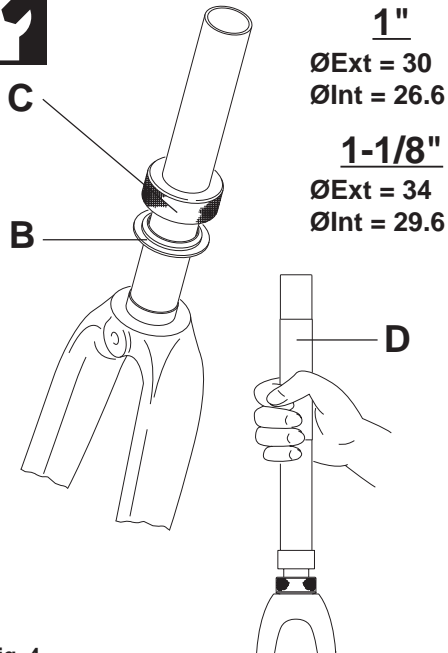

Fig. 4
- Inserire il cono forcetta (B - Fig.4) sulla forcetta e premetelo a fondo per mezzo dell'utensile di raccordo C (UT-HS110 per 1" - UT-HS120 per 1-1/8") e di un tubo D delle dimensioni riportate in figura. (Continua...)
- Insert the lower cup race (B - fig.4) onto the fork and push it all the way down to the fork head using the Campagnolo tool C (1" fork: UT-HS110; 1-1/8" fork: UT-HS120) and a tube (D) with the dimensions shown in fig. 4. (Continuing on the next page).
- Den Gabelkonus (B - Abb.4) in die Gabel einsetzen und mit Hilfe des Campagnolo-Werkzeugs C (UT-HS110 für die 1"-Gabel - UT-HS120 für die 1-1/8"-Gabel) und eines Rohrs D mit den in der Abbildung gezeigten Abmessungen bis ganz zum Anschlag einpressen. (Fortsetzung nächste Seite...)
- Introduire le cône de fourche (B - Fig. 4) sur la fourche et le pousser à fond à l'aide de l'outil de raccord C (UT-HS110 pour 1" - UT-HS120 pour 1-1/8") et d'un tube D dont les dimensions sont indiquées dans la figure (Voir page suivante).
- Montar el cono de la horquilla (B - Fig.4) en ésta y apretar a fondo con el auxilio de la herramienta de unión C (UT-HS110 para 1" - UT-HS120 para 1-1/8") y de un tubo D del tamaño indicado en la figura. (Sigue...)
- Plaats de ondercup (B - fig. 4) op de vork en druk op de vorkkroon met behulp van Campagnolo gereedschap C (1" vork: UT-HS110; 1-1/8" vork: UT-HS120) en een buis (D) met de afmetingen volgens fig. 4. (vervolg op volgende bladzijde)